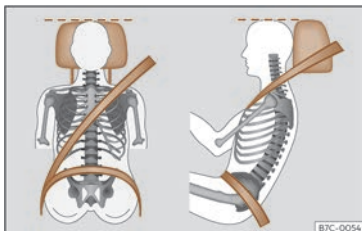

Fig. 14 Banda del cinturó i reposacaps ajustats correctament.
- Ajusteu el reposacaps de manera que la vora superior quedi, en la mesura que sigui possible, a l'alçada de la part superior del cap, i mai per sota dels ulls¹⁾. Mantingueu el clatell al més a prop possible del reposacaps >>> **fig. 14**.
- Ajusteu longitudinalment el seient de manera que pugueu trepitjar a fons els pedals amb els genolls lleugerament flexionats i que quedi una distància entre la zona dels genolls i el tauler d'instruments d'almenys 10 cm (4 polzades) >>> **fig. 14**.